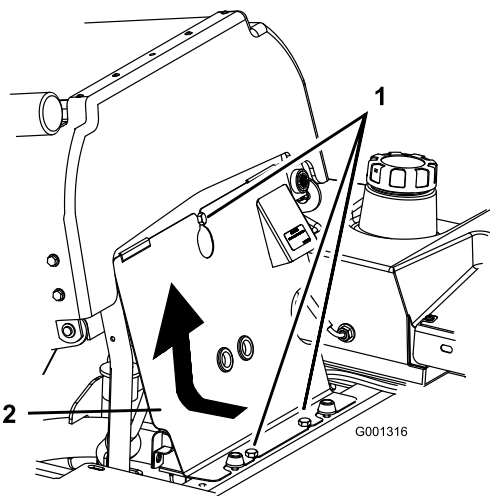

Figure 53
3. Basculez le siège en avant, desserrez les boulons et déposez le panneau avant du moteur (Figure 53).